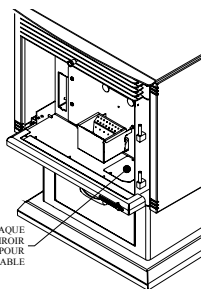

Figure 44
- De façon périodique, enlevez le tiroir à cendres (voir Figure 44 & 45). Disposez des cendres.